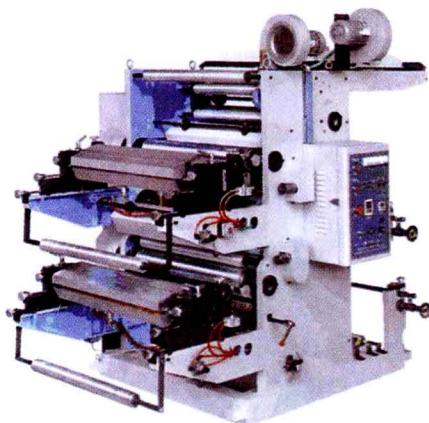

图1-4 双色柔性凸版印刷机
- (1) 凸版印刷：指用柔性材料版(一般指树脂版等)印刷，多用于不干胶印刷。图1-4所示为双色柔性凸版印刷机。